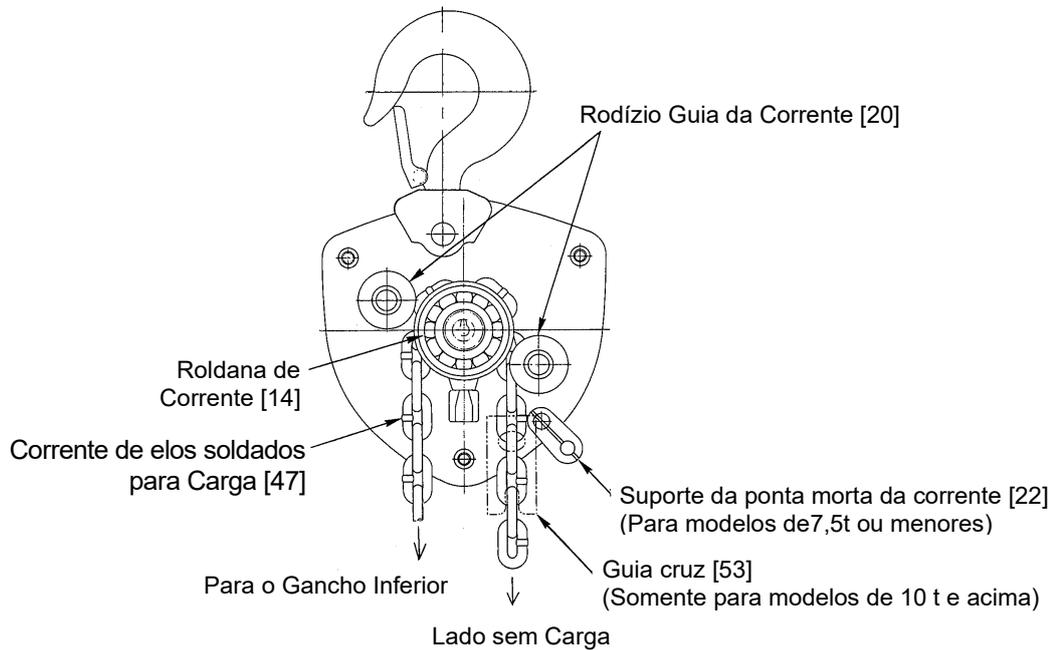

Figura 6-7 Montagem da Corrente
- 13)** Passe a corrente de elos soldados para carga [47] girando o pinhão no sentido horário no espaço entre o rodízio guia da corrente esquerdo (lado do gancho inferior) [20] e a roldana de corrente [14]. Veja a Figura 6-7.